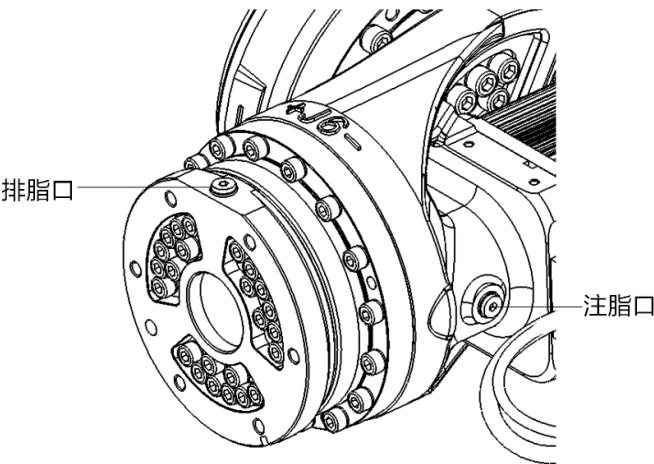

图 12-13 更换 J6 轴减速器润滑脂
- 步骤4. 卸下排脂口 M10x1 堵头，如图 12-13 所示。